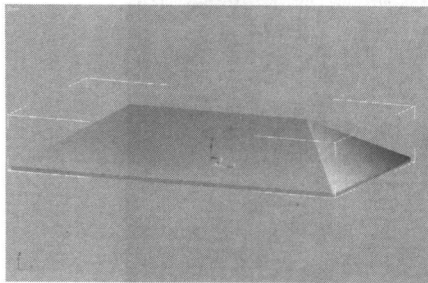

图 1-2-8 编辑后的结果
(8) 这样，一个简单的屋顶就制作好了。在用户视图中观看一下结果，如图 1-2-8 所示。